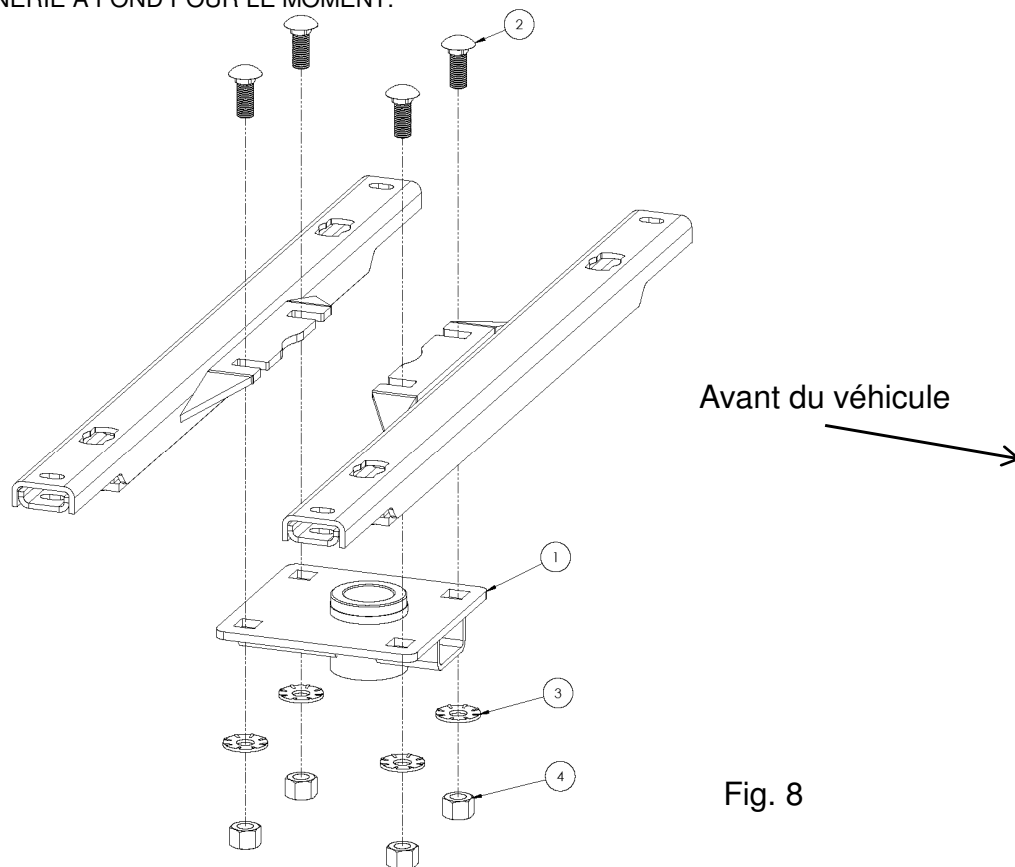

Fig. 8
3. Placer l'attelage col-de-cygne Elite Series sous la camionnette (comme illustré à la figure 8); glisser les boulons de carrosserie 3/4 po (2) en place dans les ouvertures des traverses.